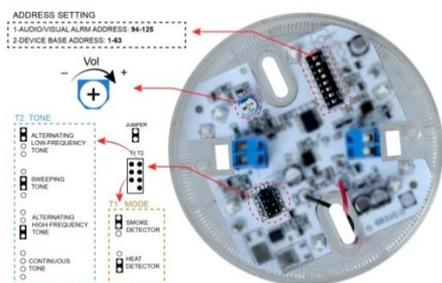

Рис. 2 – конфигурация светозвуковой базы
1. Установите переключку T2 для выбора типа звукового сигнала оповещения (рис. 2)
2. Отрегулируйте уровень громкости при помощи регулятора громкости (рис. 2)